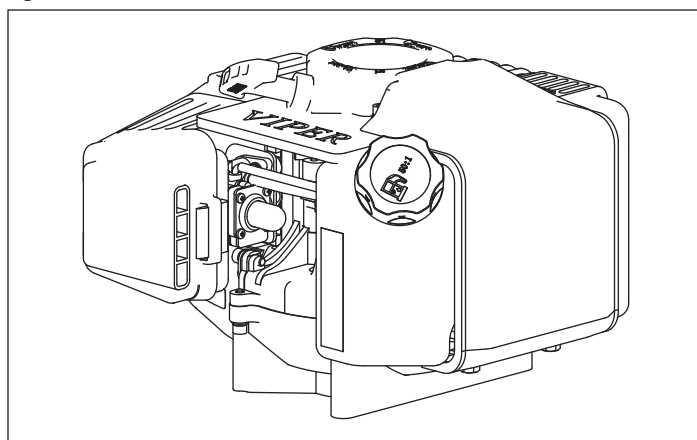

Figure 8
6. Remonter le couvercle de filtre à air en veillant à l'enclencher complètement afin qu'il soit bien tenu en place par les pattes de fermeture. Tirer légèrement sur le couvercle pour vérifier qu'il est solidement fixé. Si le couvercle ne bouge pas lorsqu'on tire dessus, c'est qu'il est bien attaché. **VOIR FIGURE 8.**